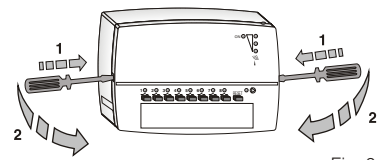

Fig. 3.i
- D'abord sur un côté puis sur l'autre, insérer un tournevis dans les feintes appropriées situées aux côtés du produit, exercer une légère pression sur le crochet de verrouillage, ensuite, par une petite rotation en avant du tournevis (comme indiqué dans la figure 3.i), soulever la partie avant.